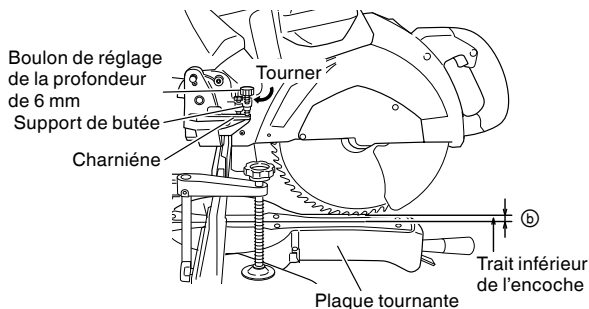

Fig. 48
- (1) Tourner le support de butée dans la direction indiquée dans la Fig. 48. Abaisser la tête du moteur et tourner le boulon de réglage de la profondeur de 6 mm à la main (où la tête du boulon de réglage de la profondeur de 6 mm touche la charnière).